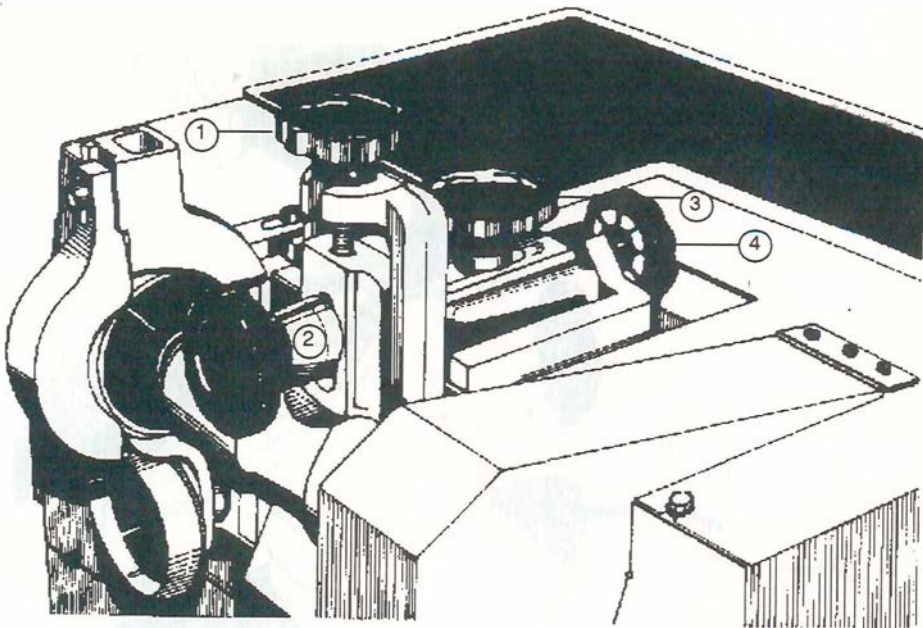

Fig. 3
D. PROCESO PARA CARDAR EL BORDE INTERIOR DEL CORTE (Fig. 3)
- Gradúe el ancho del cardado, por medio de la perilla 4, girándola a uno u otro lado (Fig. 3)
Luego apriete nuevamente la perilla 2 (Fig. 3)